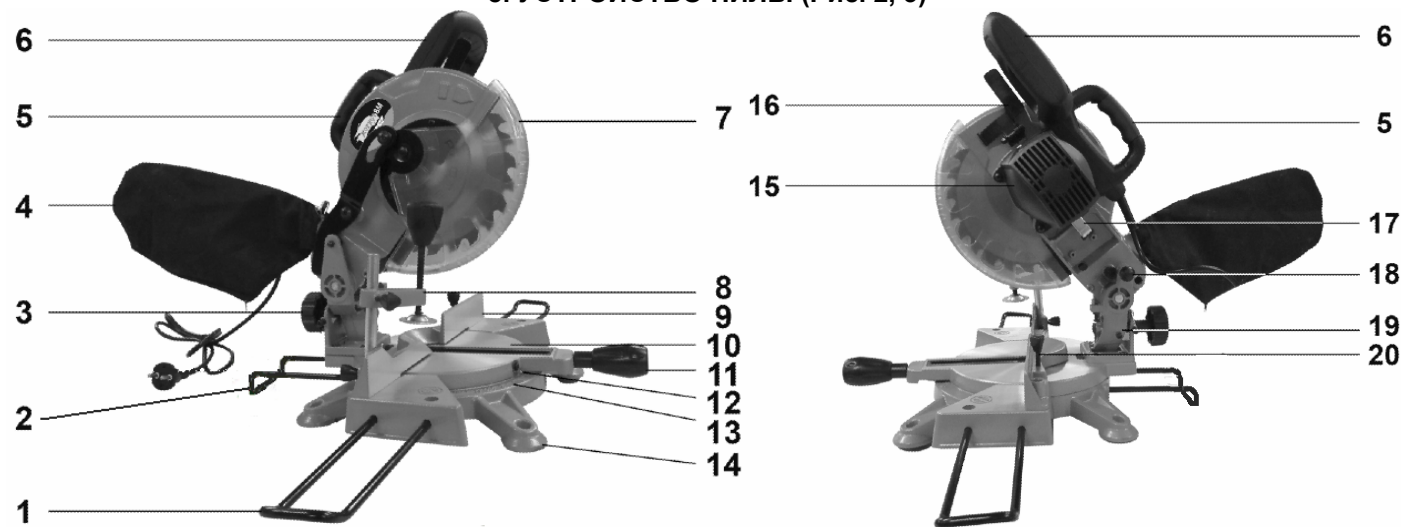

Рис. 2
## 8. УСТРОЙСТВО ПИЛЫ (Рис. 2, 3)
## 9.4. Монтаж, Рис. 2- 6
9.5. Установка поворотного стола в положение  $0^\circ$ , Рис. 2- 6